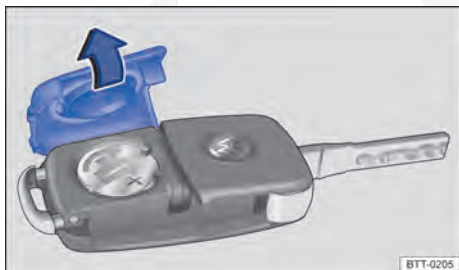

Fig. 24 Chave do veículo: abrir a cobertura do alojamento da bateria.
- Remover a cobertura no lado posterior da chave do veículo ⇒ Fig. 24 no sentido da seta ⇒ .
- Posicionar a cobertura conforme indicado ⇒ Fig. 24 e pressionar no sentido contrário ao da seta sobre a carcaça da chave do veículo até encaixar.